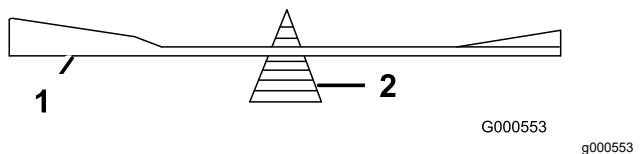

**Figure 102**
1. Au moyen d'une lime, aiguisez les tranchants aux deux extrémités de la lame (Figure 102).
**Remarque:** Si la lame est déséquilibrée, limez un peu l'extrémité de l'ailette seulement (Figure 102).